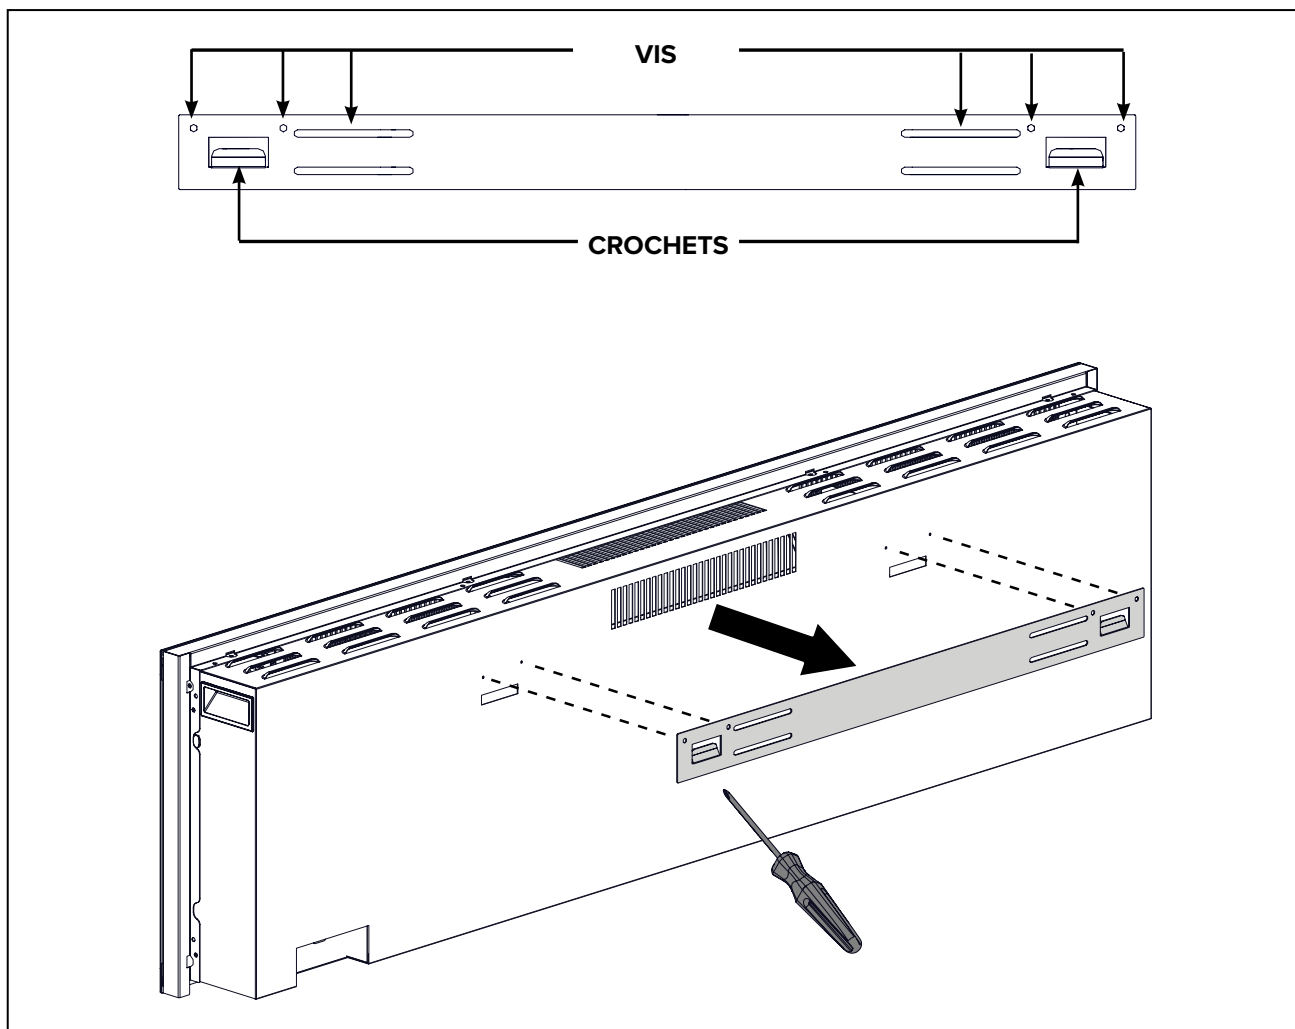
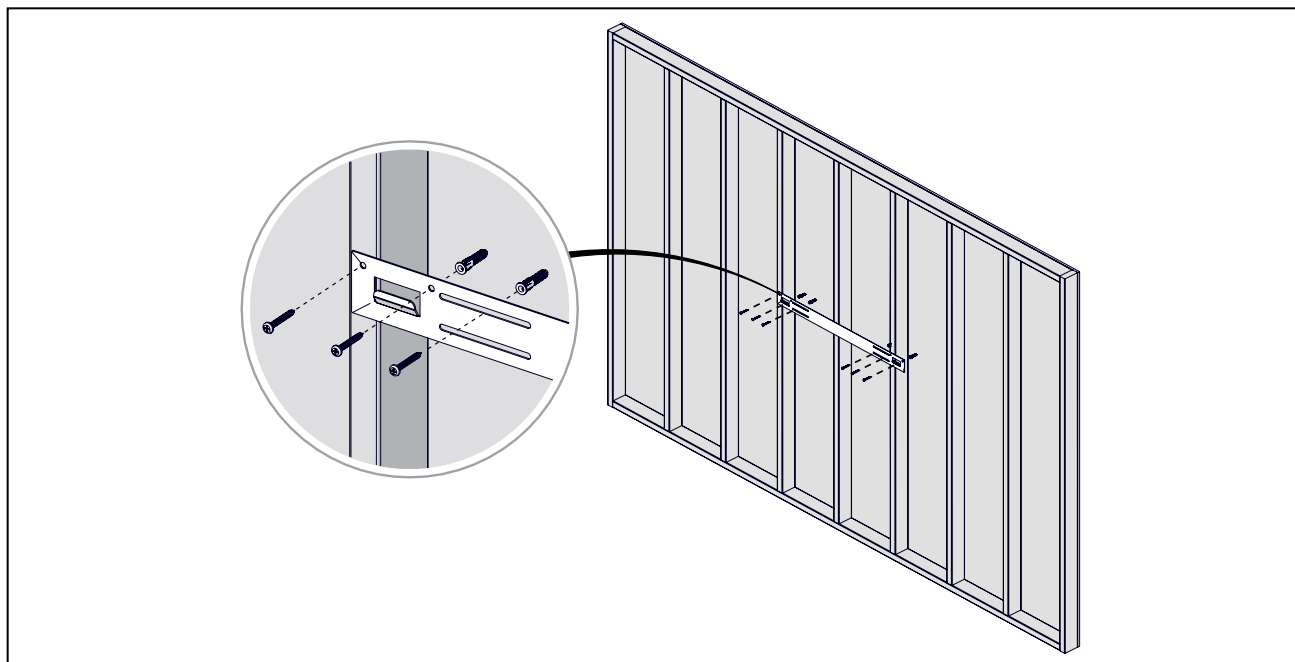
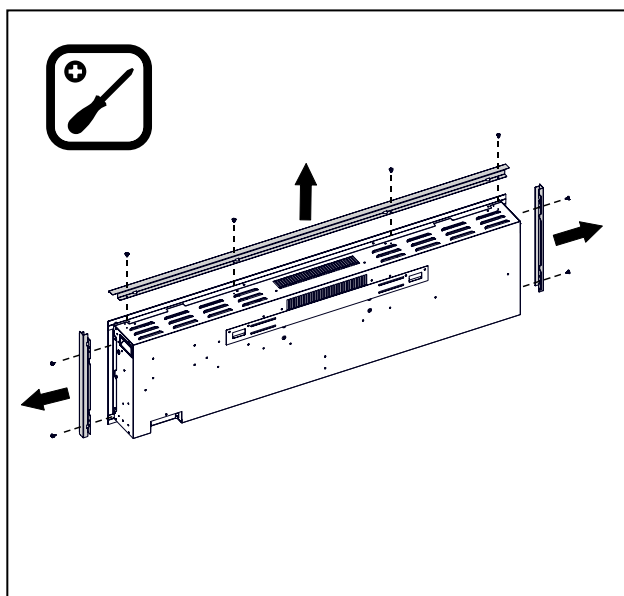

Fig 1
Fig 2
Fig 5
ÉTAPE 3 : Placez l'unité face vers le bas sur une surface douce et non abrasive. Retirez le support à l'arrière de l'unité en retirant les vis (**Fig 1**).
ÉTAPE 4 : Marquez l'emplacement, puis fixez le support au mur à l'aide des vis fournies. Ce support **DOIT** avoir les crochets orientés vers le haut et être de niveau (**Fig 2**).
Support en L dans l'ancrage mural pour empêcher le foyer de se détacher des crochets, voir la figure 5.
ÉTAPE 6 : Demandez à deux adultes de soulever le foyer et de l'insérer dans le cadre brut, puis fixez-le en installant 2 vis à bois (B) dans les trous, voir la figure 1 et la figure 2. Support en L dans l'ancrage mural pour empêcher le foyer de se détacher des crochets, voir la figure 5.
ÉTAPE 1 : (Pour les unités entièrement encastrées seulement) : retirez le cadre décoratif autour de l'unité (**Fig 5**).